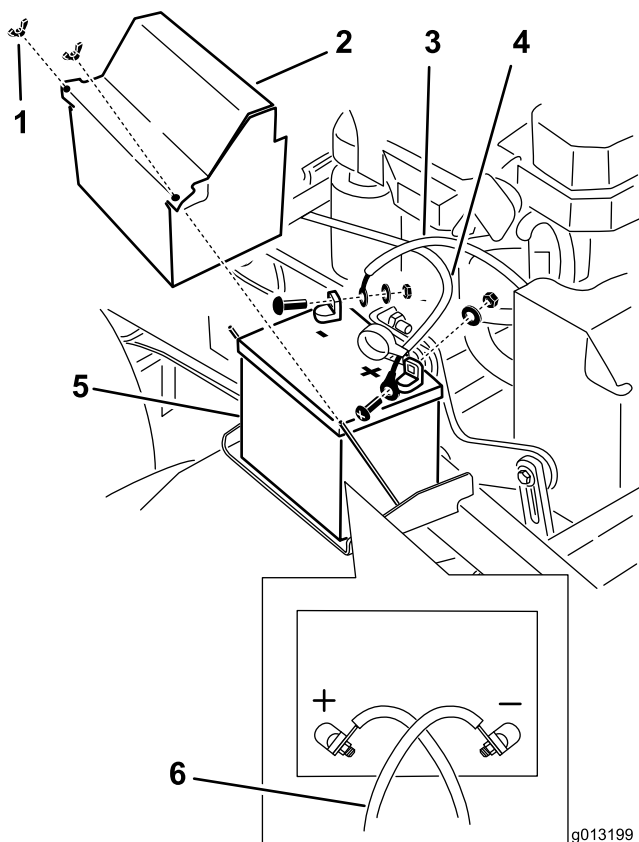

Figura 53
3. Desligue o cabo negativo da bateria do terminal negativo (–) da bateria (Figura 53).
4. Retire a protecção do terminal vermelho do terminal positivo (vermelho) da bateria. Em seguida, retire o cabo positivo (vermelho) da bateria (Figura 53).
5. Retire a placa de suporte da bateria e guarde todas as peças (Figura 53) e retire a bateria.
1. Coloque a bateria na máquina (Figura 53).
3. Primeiro, instale o cabo positivo (vermelho) da bateria no terminal positivo (+) da bateria com uma porca, anilha e perno (Figura 53). Coloque a protecção de borracha no borne.
4. Em seguida, instale o cabo negativo da bateria e o cabo de massa no terminal negativo (–) da bateria com uma porca, anilha e perno (Figura 53).
Nota: Os cabos da bateria cruzam-se quando estão correctamente instalados (Figura 53).